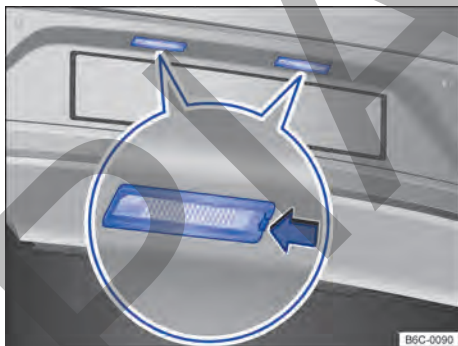

Fig. 166 En el parachoques trasero: luz de la placa de licencia.
- 2 Con la ayuda de un destornillador, presionar la traba → fig. 166 (flecha) para desmontar el conjunto.